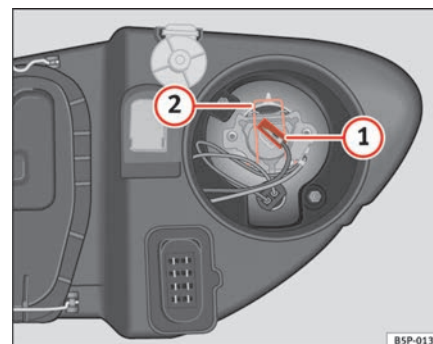

Fig. 187 Luz de carretera
- Extraiga el conector ⇒ fig. 187 ① de la lámpara.
- Presione el resorte ⇒ fig. 187 ② hacia dentro y hacia la derecha.